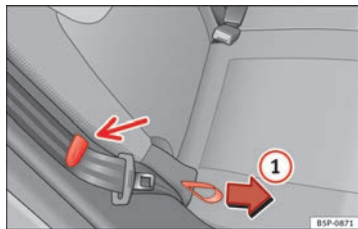

Fig. 92 Abatir el respaldo de los asientos posteriores.
- Tire del lazo situado en el lateral del asiento ⇒ fig. 92 ①.
Al abatir y levantar el respaldo, asegúrese de colocar los cinturones de seguridad laterales en la pinza del revestimiento ⇒ fig. 92 para evitar que resulten dañados al quedar aprisionados en el cierre del respaldo.